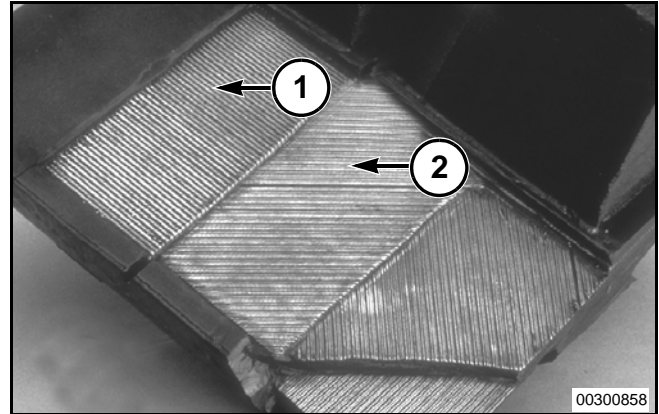

FIG. 98
FIG. 98: La correa agrícola general está compuesta por varias capas de cables. Los cables son similares a los cables en neumáticos de automóviles. El conjunto de cables más importante está ubicado más o menos a 10 a 19 mm (.39 a .75 pulg) debajo de la superficie interna de la correa. A estos cables se les denomina cables principales (1). Los cables principales transportan carga de tensión de la cadena